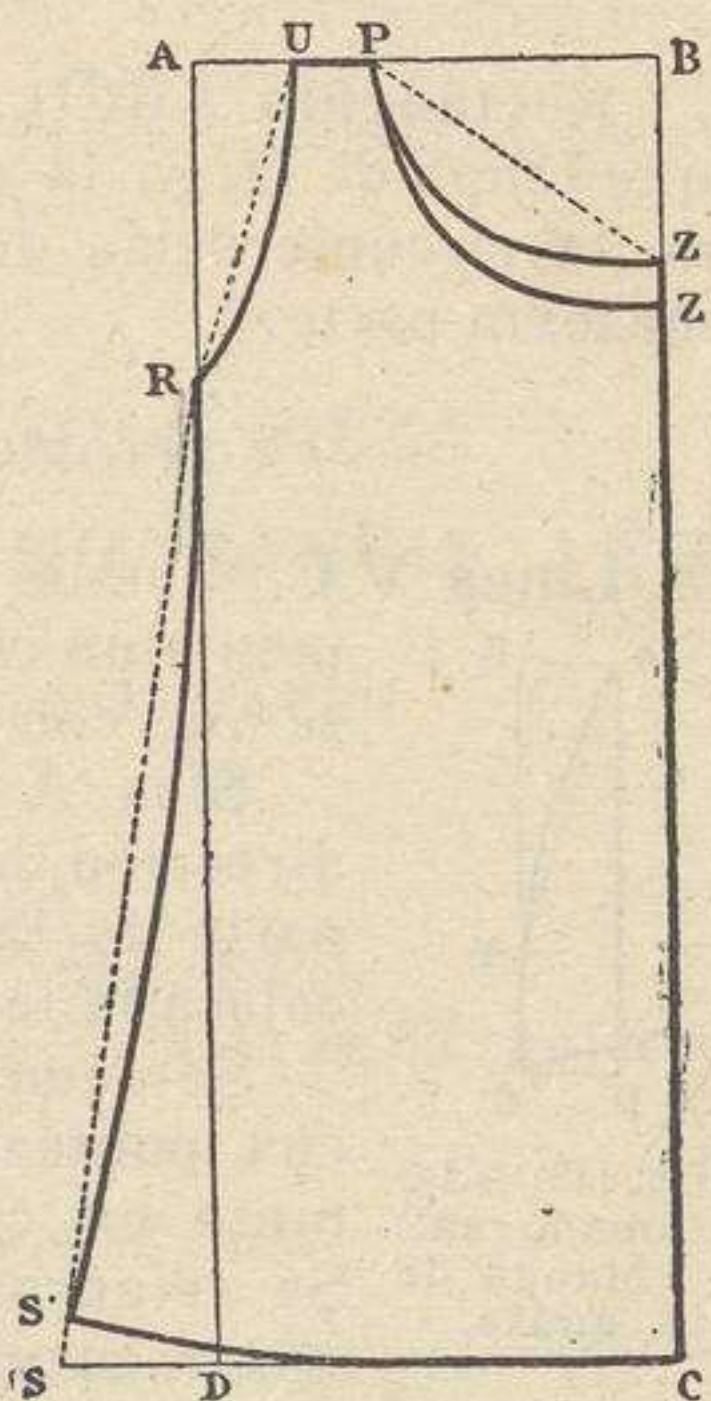

Fig. 142 ( $\frac{1}{8}$  del tamaño real).
**Rectángulo ABCD.**—Se traza un rectángulo ABCD (fig. 142) que tenga de longitud el largo total del delantero, y de ancho la tercera parte de la circunferencia del pecho menos 2 cms.